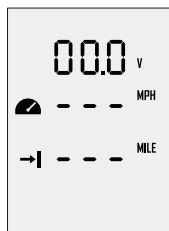

Figura 6-1
Paso 1: En estado encendido, mantenga pulsado el botón “M” para entrar en la página de ajuste de preferencias, como se muestra en la figura 6-1. Los usuarios pueden elegir los elementos de visualización en función de sus necesidades y preferencias personales.